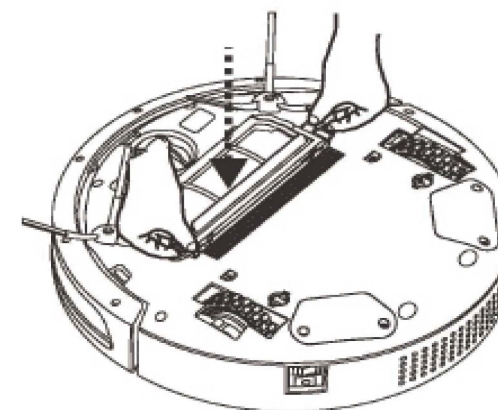

Рис. 30
3. Совместите застёжку чистящей скобы с двумя П-образными пазами и надавите вниз для блокировки, как показано на рис.30